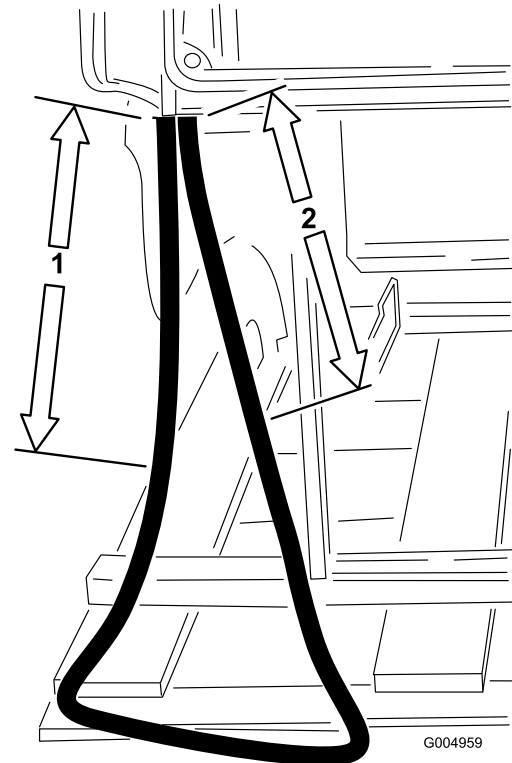

Figure 11
3. Mesurez 43,1 cm (17 po) à partir du point de sortie du flexible sur le cadre, faites un repère sur le flexible et coupez-le à cet endroit (Figure 11).
un repère sur le flexible et coupez-le à cet endroit (Figure 11). Ce flexible sera le flexible de retour.